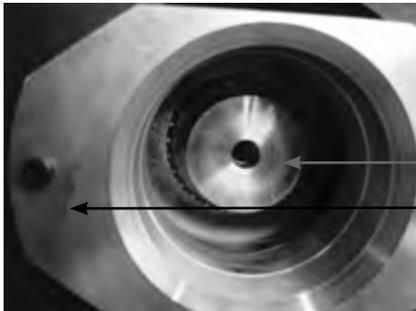

Fig. 9 :
- Dévisser la vis centrale (clé SW4) de fixation du codeur (repère 3 fig. 9) sur l'arbre moteur.
- Introduire la rondelle support codeur (Repère 1 fig. 9) sur le bout d'arbre moteur. S'assurer de la bonne mise en place en tapant légèrement avec un jet et un marteau.
- Introduire le codeur dans la pièce support (Repère 2 fig. 9) fixée sur le frein puis serrer la vis centrale Chc M5 X 50 (clé dynamométrique SW4) au couple de serrage 5 Nm 0/+0.5 Nm. Vis avec frein filet à utiliser 3 fois maximum.